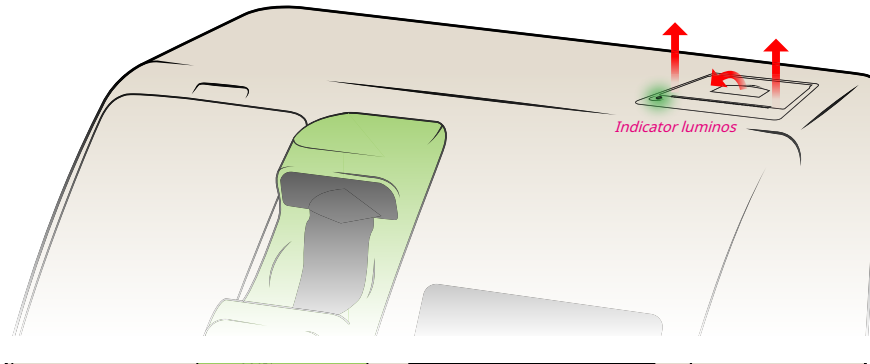

Figura 28
1. Trageți de maneta din Figura 28 până când capacul este eliberat din poziția blocată.
4. Înfășurați o rolă nouă de hârtie pe o lungime de câțiva centimetri. Țineți aproximativ cinci (5) centimetri de hârtie în afara imprimantei în timp ce introduceți noua rolă în rezervor.